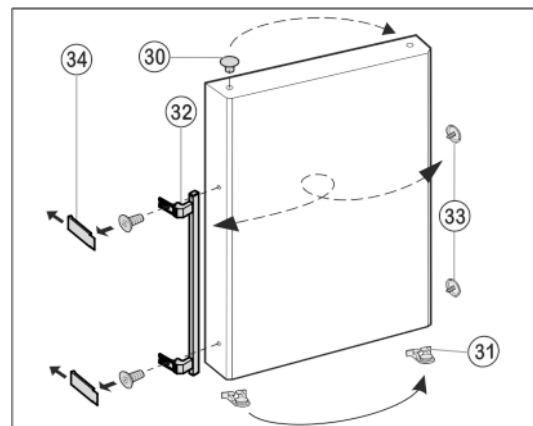

Fig. 12
- ▶ Az ajtó csapágyperselyéből emelje ki és helyezze át a tömítéseket *Fig. 12 (30)*.
- ▶ Szerelje le a *Fig. 12 (32)* ajtó fogantyúit, a *Fig. 12 (33)* tömítéseit és a *Fig. 12 (34)* nyomólemezeit, és helyezze át az ellenkező oldalra.